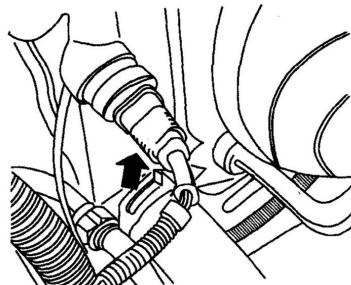

图 1-11 拔下散热器左侧的热敏开关插头
(8) 拔下散热器左侧的热敏开关插头, 如图 1-11 所示。